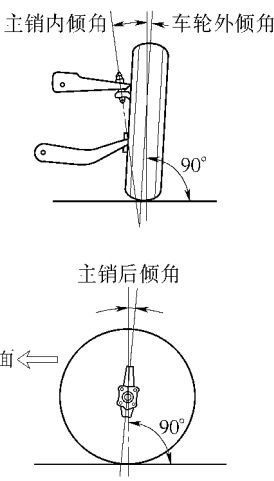

图 14-1 2WD 前车轮定位角
(1) 2WD 车轮定位 即车轮外倾角、主销后倾斜角和主销内倾角，如图 14-1 所示。